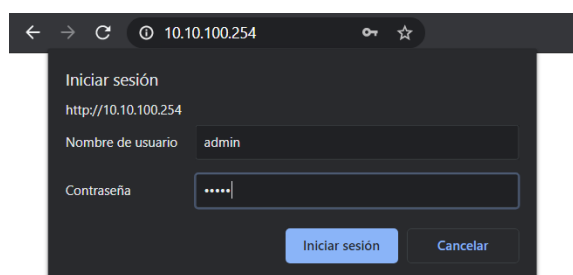

Fig. 42. Logeado de usuario.
- Abrir el navegador y teclear la dirección 10.10.100.254. Se mostrará la siguiente pantalla, entrar el nombre de usuario "admin", la contraseña "admin" y hacer clic en "Iniciar sesión". Ver Fig. 42.